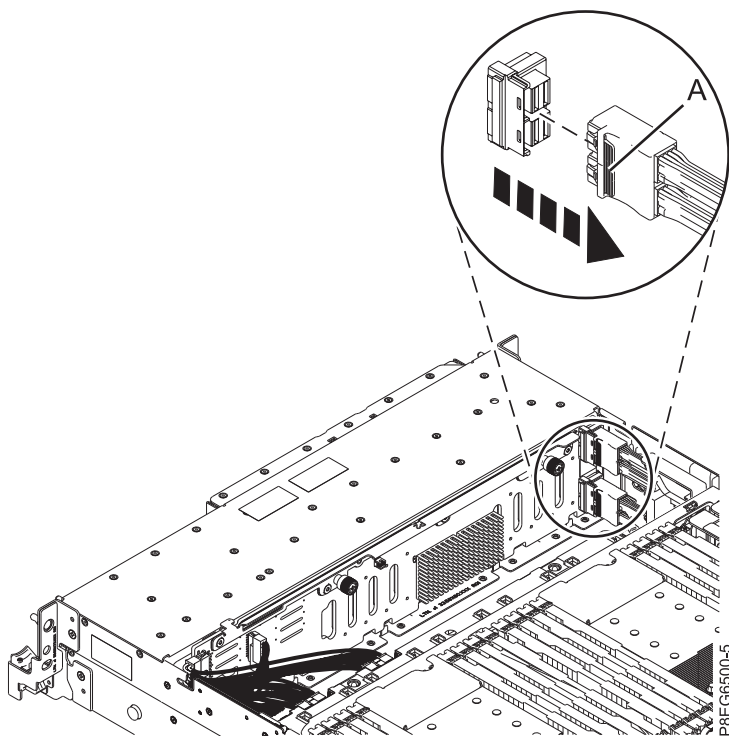

図 2. 前面 SAS ケーブルのプラグをディスク・ドライブ・バックプレーンから抜く
3. SAS RAID 内部アダプターに接続されている前面 SAS ケーブルに、ラベルを貼ります。 6 ページの図 2 に示すように、止め金 (A) を押さえてこのケーブルのコネクターのプラグをディスク・ドライブ・バックプレーンから抜きます。このケーブルの反対側のプラグは、抜くように指示があるまでは SAS RAID アダプターの P1 コネクターに差し込んだままにしておきます。